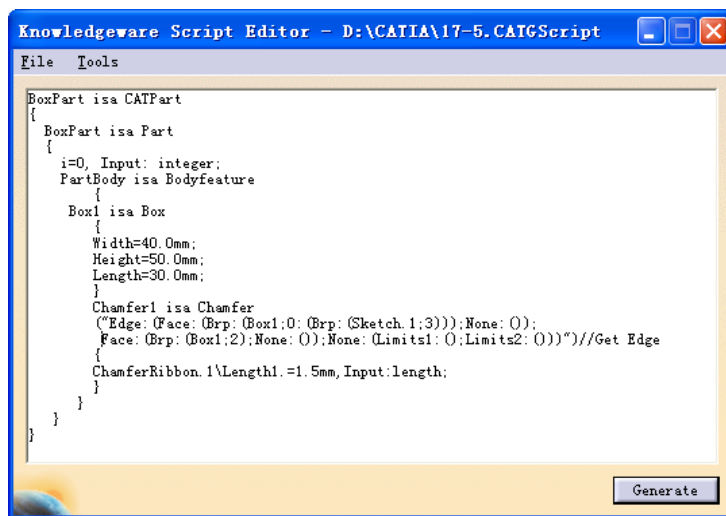

图 16-10
(1) Generative Script Editor 对话框中输入如下内容 (见图 16-10);